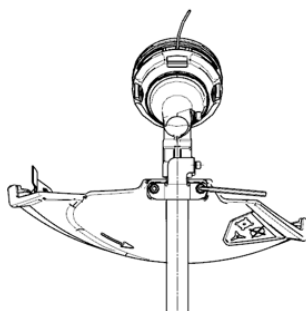

Fig.6
1. Soulevez la tête de coupe et posez-la ; Alignez les deux trous de montage de la protection avec les deux trous de montage de la base de l'essieu. Assurez-vous que la surface intérieure de la protection fait face à la tête de coupe ; Utilisez la clé Allen n° 2 pour fixer les boulons de protection en place (Fig. 6).